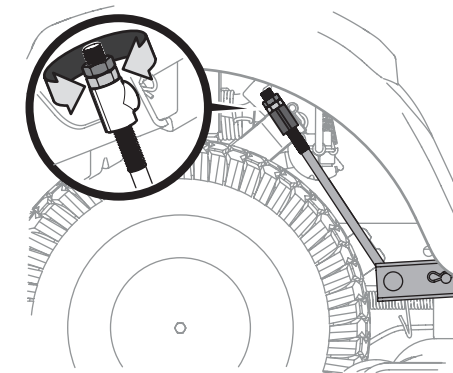

Figure 4-9
3. Une tige d'ajustement de relevage de chaque côté du plateau de coupe se trouve sous les garde-boue arrière, sur l'intérieur des roues. Voir la Figure 4-9.